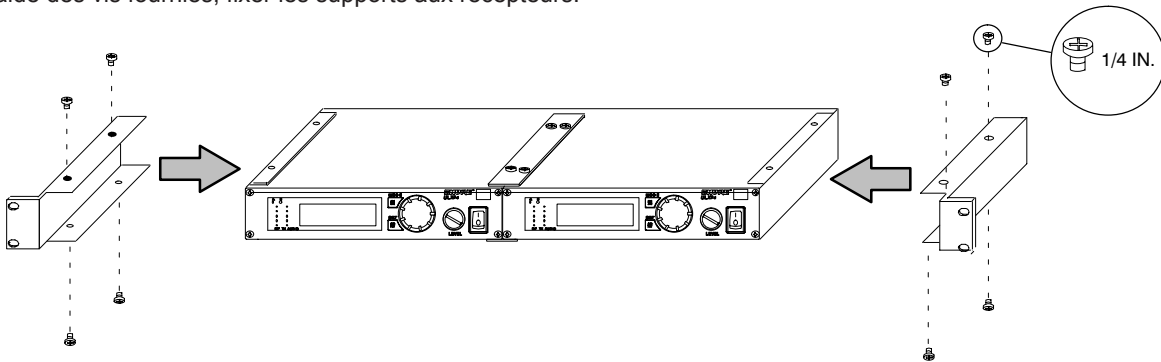

FIGURE 52
3. À l'aide des vis fournies, fixer les barres de jumelage aux récepteurs. Se reporter à la figure 52. **ATTENTION** : Éviter de trop serrer les vis pour éviter d'endommager les circuits imprimés.